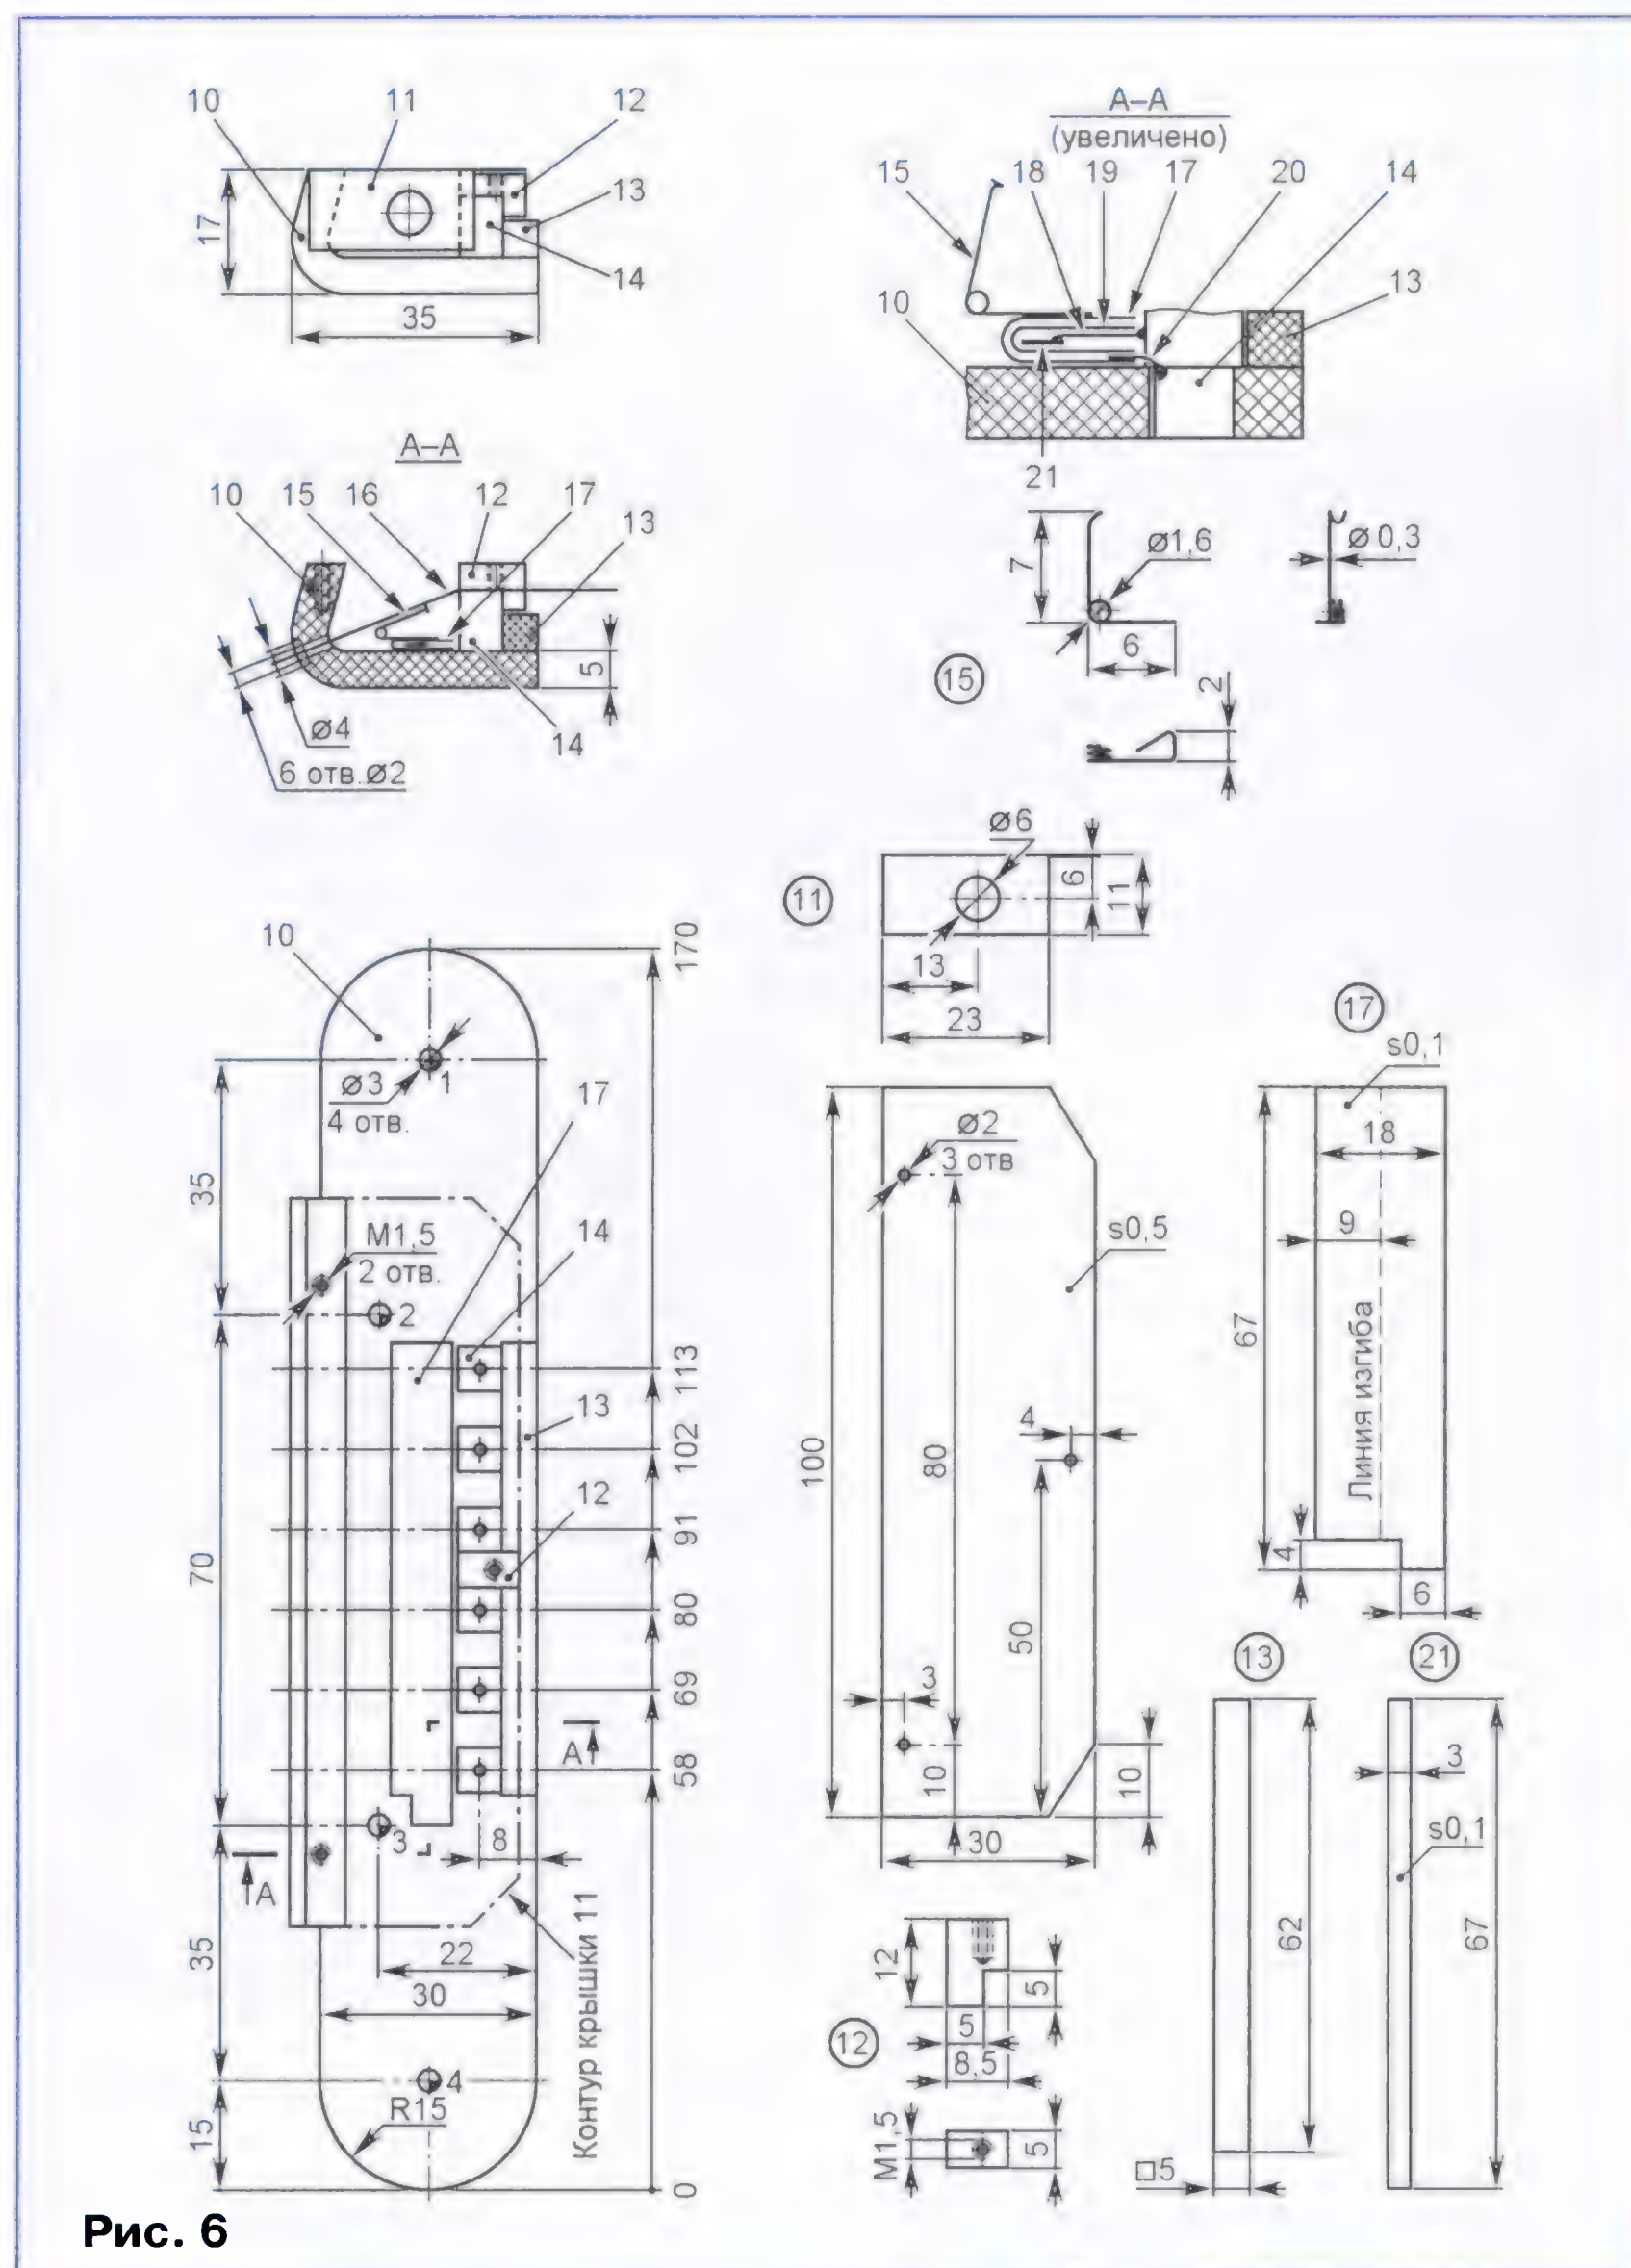

Рис. 6
У меня под рукой оказалась прямоугольная пластина с завёрнутыми краями из листового органического стекла толщиной 5 мм. Поскольку натянутые струны стремятся опрокинуть подставку и создают суммарное усилие в 70 кг (такое значение приводится на многих сайтах в Итернете для металлических струн, первоисточник неизвестен), ширину её принял равной 35 мм. Исходя из этих условий, выполнил чертёж подставки в натуральную величину (рис. 6, деталь 10). Из-за сомнений в надёжности клеевого соединения и, главное, сохранения возможности лёгкой замены пьезомодулей решил крепить подставку четырьмя винтами (в точках 1—4) с широкими гайками с внутренней стороны верхней деки корпуса гитары. Однако первоначально на месте отверстий под эти винты просверлил отверстия сверлом диаметром 1 мм, а доводку до нужного размера оставил до установки подставки на место.
Чтобы правильно закрепить подставку с пьезозвукоснимателем на верхней деке, необходимо определиться с мензурой вашего инструмента. Мензура акустической гитары — это расстояние между двумя крайними точками опоры, на которых свободно колеблется струна (рис. 9): с одной стороны краем верхнего порошка 2 (или нулевого лада), с другой — вершинкой нижнего порошка (косточки) 7. Мензура должна быть выдержана очень точно, так как именно по ней рассчитано положение ладов на грифе 1 (при отклонении мензуры в ту или иную сторону гитара не будет "строить"). Таким образом, прежде чем заменять имеющуюся деревянную подставку 8 с косточкой 7, вновь изготовленной по рис. 6, необходимо точной (стальной) линейкой измерить мензурную вашу гитары. Есть общее правило: вершинка 12-го лада (3) делит мензурную ровно пополам.